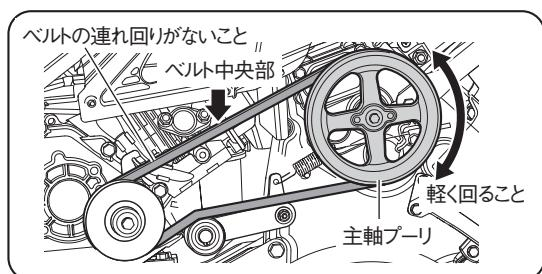

図 4-24 点検のしかた
3. 主クラッチレバー「切」位置、変速レバーを「中立」位置にして、主軸ブーリーが手で軽く回り、ベルトと主軸ブーリーの連れ回りがないことを確認します。(図 4-24)
主クラッチレバー「入」位置で、ベルト中央部を指で押したときのたわみが約 10 mm であるか確認します。(図 4-24)